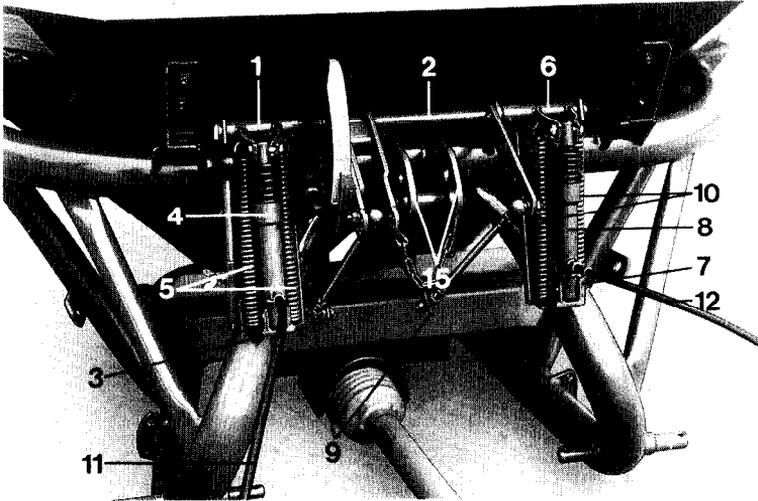

Fig. 10
- 5.8.1.6 Beide Führungsbügel (Fig. 10/15) der Schieber (Fig. 10/9) lösen und ganz nach oben schieben. Schrauben wieder anziehen.
- 5.8.2.1 Kupplungsteil (Fig. 10/1) rechts auf die Schaltwelle (Fig. 10/2) stecken und mit dem mitgelieferten Verbundstift verbinden.
- 5.8.2.2 Halterung (Fig. 10/3) auf das Kupplungsteil (Fig. 10/1) schieben und mit 2 Schrauben M 10x16 an der Befestigungsplatte am Rahmen anschrauben.
- 5.8.2.3 Hydraulikzylinder (Fig. 10/4) mit Hilfe einer Leichtspannhülse und einer M 8-Schraube mit dem Kupplungsteil (Fig. 10/1) verbinden.
- 5.8.2.4 Die Federn (Fig. 10/5) oben am Kupplungsteil (Fig. 10/1) einhängen.
- 5.8.2.5 Kupplungsteil (Fig. 10/6) links auf die Schaltwelle (Fig. 10/2) stecken und mit dem mitgelieferten Verbundstift verbinden.
- 5.8.2.6 Halterung (Fig. 10/7) mit angeschraubter Befestigungsplatte auf das Kupplungsteil (Fig. 10/6) schieben.
- 5.8.2.7 Hydraulikzylinder (Fig. 10/8) mit Hilfe einer Leichtspannhülse und einer M 8-Schraube mit dem Kupplungsteil (Fig. 10/6) verbinden.
- 5.8.2.8 Schieber (Fig. 10/9) völlig schließen und den Hydraulikzylinder (Fig. 10/8) ganz auseinanderziehen.
- 5.8.2.9 Zylinder (Fig. 10/8) einflichten und die Befestigungsplatte wie rechts bereits serienmäßig angebracht - an den Rahmen anschweißen.
- 5.8.2.10 Die Feder (Fig. 10/10) oben am Kupplungsteil (Fig. 10/6) einhängen.
- 5.8.2.11 Spannschrauben M 10 von unten durch die Halterungen (Fig. 10/3 und Fig. 10/7) führen und die Federn (Fig. 10/5 und Fig. 10/10) bis zum Anschlag spannen.
- 5.8.2.12 Beide Führungsbügel der Schieber (Fig. 10/9) lösen und ganz nach oben schieben. Schrauben wieder anziehen.
- 5.8.2.13 Hydraulikschläuche (Fig. 10/11 und Fig. 10/12) anschließen.
- 5.8.2.14 Funktion überprüfen. Bei Schwergängigkeit die Federn (Fig. 10/5 und Fig. 10/10) aushängen und Hydraulikschläuche (Fig. 10/11 und Fig. 10/12) abschrauben. Die Schieber müssen dann leichtgängig zu betätigen sein. Gegebenenfalls die Führungen der Schieber etwas lösen und Lagerung der Schaltwelle (Fig. 10/12) korrigieren.